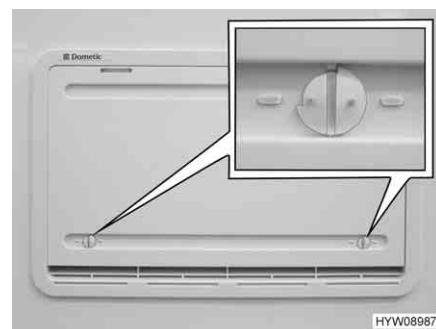

Fig. 189 Copertura invernale
Le coperture invernali (Fig. 189) proteggono il gruppo frigorifero dall'aria fredda. Posizionare le coperture invernali davanti a entrambe le griglie di aerazione quando la temperatura esterna scende al di sotto di +10 °C (sia per funzionamento elettrico che a gas).
- Aprire entrambi i bloccaggi (Fig. 189), la scanalatura risulterà orizzontale.